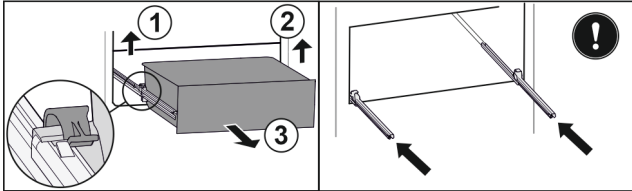

Fig. 102
- ▶ Emelje fel a bal oldali kapcsot, és ezzel egyszerre húzza előre felé a fiók bal oldalát. Fig. 102 (1)
- ▶ Emelje fel a jobb oldali kapcsot, és ezzel egyszerre húzza előre felé a fiók jobb oldalát. Fig. 102 (2)
- ▶ Vegye ki a fiókot előre felé. Fig. 102 (3)